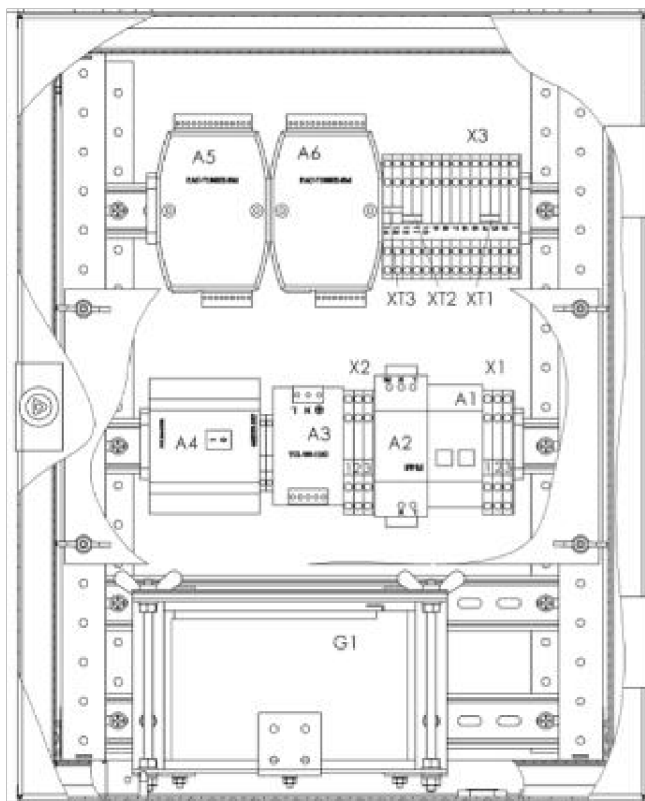

Figura 1.5 – Disposición de los componentes en el bloque de control
El bloque de control está diseñado para transformar la tensión CA para alimentar las unidades del monitor, procesar las señales provenientes de los bloques de detección e intercambiar información con el PC. La disposición de los componentes del bloque de control se presenta en la Figura 1.5. Los componentes principales del bloque de control son los siguientes:
13. Conecte el monitor a una PC mediante un cable de comunicación Ethernet. El conector RJ45 debe instalarse en el extremo del cable. Inserte el cable de comunicación por la entrada de cables dentro del bloque de control y conéctelo al puerto LAN del controlador (Figura 1.5, posición 2). Para sellar todas las entradas de cables, utilice sellador de silicona neutro.
1. Abra la unidad de control y active el disyuntor (posición 7, Figura 1.5). El LED verde de la fuente de alimentación (posición 3, Figura 1.5) se enciende.
2. Encienda el conmutador de carga (posición 2, Figura 1.5). El LED rojo del conmutador de carga se ilumina. La pantalla del controlador (posición 4, Figura 1.5) muestra la versión de firmware del controlador. A continuación, el monitor cambia al modo de calibración y el controlador muestra el mensaje " **CAL** ". Tras la calibración, el monitor cambia al modo de segundo plano y el controlador muestra el mensaje " **nor** ". El monitor está listo para funcionar las 24 horas.
1. Abra la unidad de control y apague el interruptor de encendido en el conmutador de carga (posición 2, Figura 1.5).